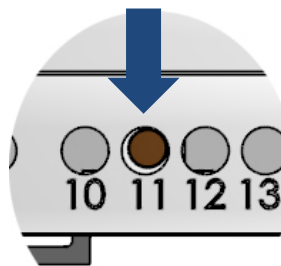

Рис. 10
- ▶ Держите при помощи маленькой отвёртки нажатой кнопку **WEL** (10 сек.). Зелёный индикатор начнёт мигать сначала медленно, а затем быстро. (рис.10)